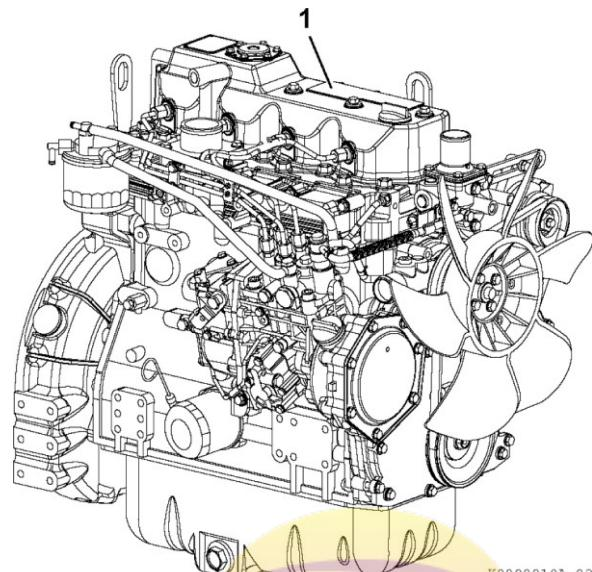

Рисунок 12
Заводская табличка двигателя (рисунок 12) расположена на верхней стороне двигателя (рисунок 11 (1)).